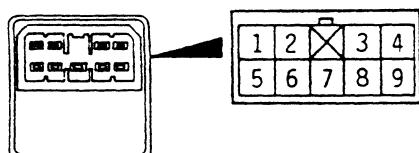

图 12-69 后视镜控制开关及其端子
(2) 检查后视镜控制开关的导通性,后视镜控制开关及其端子见图 12-69 所示,控制开关导通性见表 12-24 所示。